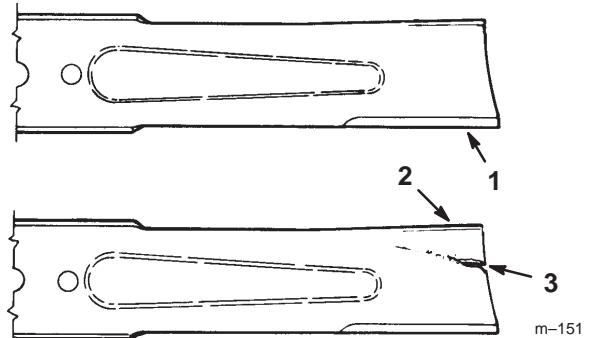

Figure 29
1. **Inspectez les tranchants des lames (Fig. 29).** Si les lames ne sont pas tranchantes ou si elles présentent des indentations, déposez-les et aiguisez-les (voir Aiguiseage des lames, page 30).
2. **Inspectez les lames, surtout la partie incurvée (Fig. 29).** Remplacez immédiatement toute lame endommagée, usée ou qui présente une entaille (repère 3 de la Fig. 29).